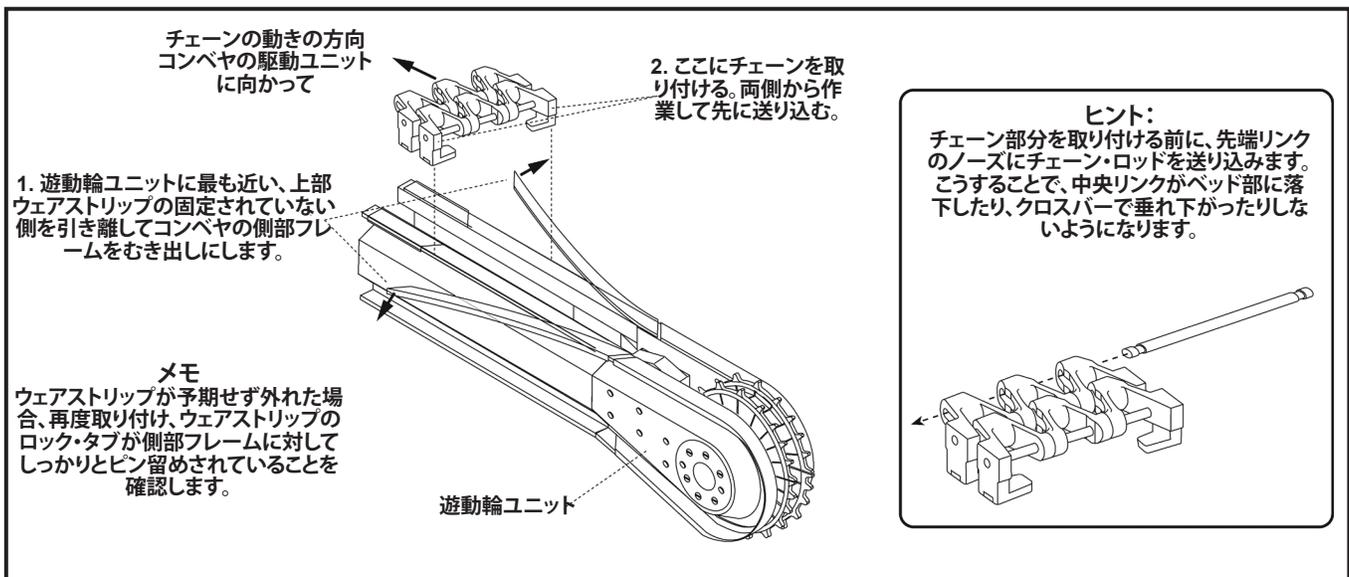

図28:チェーンの取付
- チェーンを取り付ける際、コンベヤの「遊動輪」側から始めます(図28)。